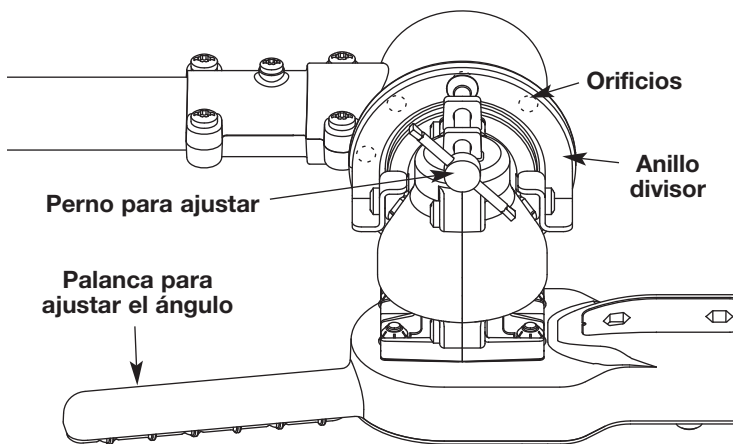

Fig. 4
1. Sujete el perno de ajuste (Fig. 4) y hágalo girar hacia la izquierda para destornillar el perno del orificio en el anillo divisor.